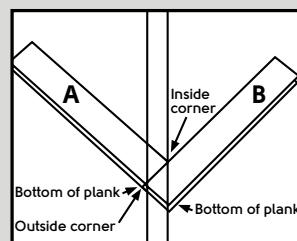

Abb. 5
5. Dies ist der Startwinkel. Bitte beachten: An allen Wänden oder vertikalen Grenzen sind 5-mm-Abstandsklötzchen erforderlich (Abb. 5).
6. Richten Sie die äußere Eckkante von Dielle „A“ gegenüber der Innenecke an der gegenüberliegenden Linienposition aus (Abb. 5).